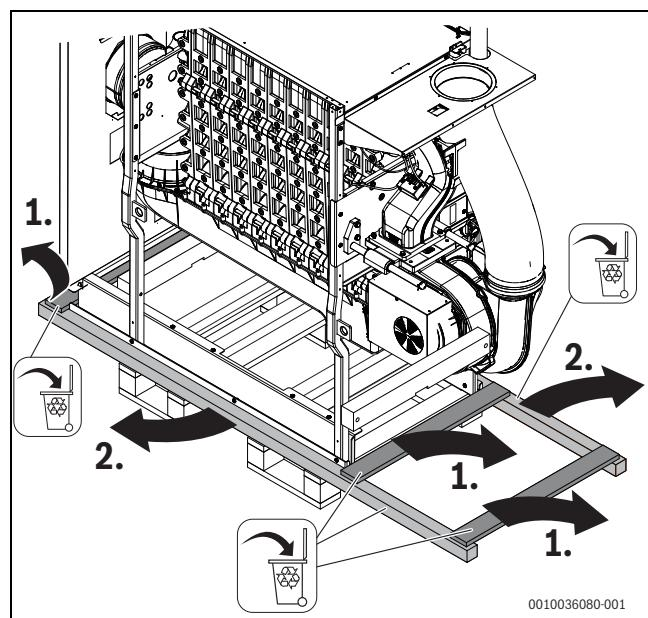

Рис. 13 Снятие фиксирующих планок с поддона
- Удалите переднюю и заднюю поперечные планки с поддона (→Рис. 13).
- Удалите 2 продольные планки с поддона (→Рис. 13).